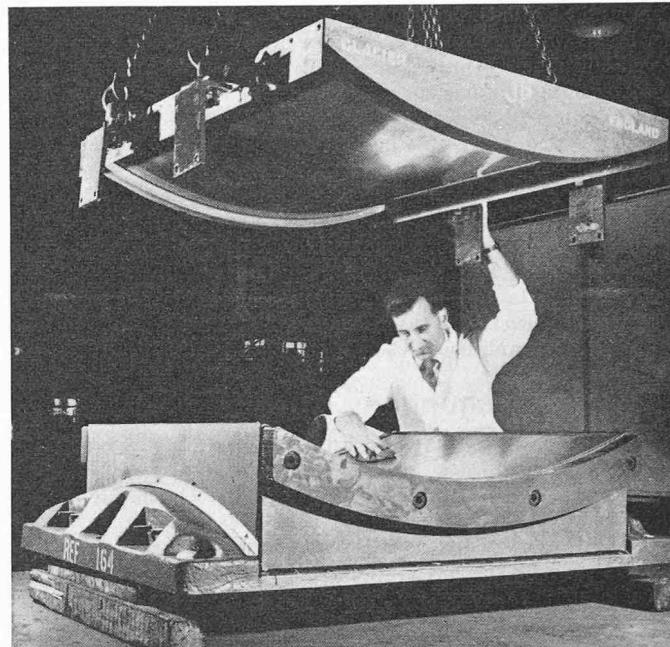

Bild 1. «Anticlastic»-Brückenlager von 2740 t Tragfähigkeit während der Montage im Werk
**Englisches Brückenlager.** Die im Bau befindliche Verlängerung der London Western Avenue wird zum Teil als Hochstrasse ausgeführt. Dieser Abschnitt stellt die längste Hochautobahn Europas dar. Die Firma *The Glacier Metal Co., Ltd.*, Alperton, Middlesex, liefert für die Lagerung des Hochstreckenteils 40 «Anticlastic»-Lager mit einer Tragfähigkeit von je 2740 t. Sie sind so konstruiert, dass sie die gleiche Lebensdauer aufweisen wie die Strasse selbst. Während dieser Zeit benötigen sie weder Schmierung noch irgendwelche sonstige Wartung. Die Lager bestehen aus drei Teilen; der Gleitvorgang vollzieht sich zwischen zwei halbzylindrischen Grenzflächen. Die obere Fläche ist aus rostfreiem Stahl, die untere aus Glacier DU (B), einem mit Bronze hinterlegten Material, welches unter anderen Bestandteilen das Polymerisat PTFE (Polytetrafluoräthylen) enthält. Dieser Kunststoff zeichnet sich durch geringe Reibung aus. Bild 1 veranschaulicht ein solches Lager beim Zusammenbau im Werk.